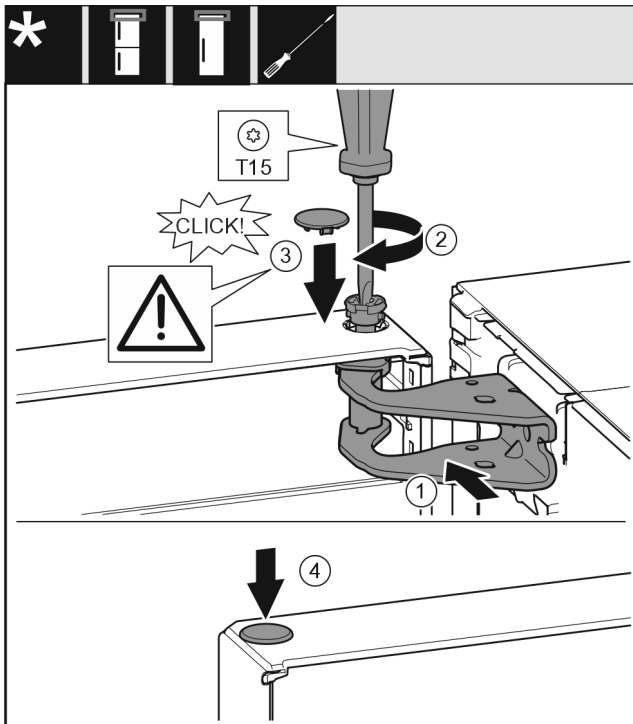

Fig. 34
- ▶ Igazítsa be az ajtót fent a csapágybak Fig. 34 (1) nyílásához.
- ▶ Helyezze be a csapszeget Fig. 34 (2), és húzza meg csavarhúzóval.
- ▶ Helyezze be a fedelet Fig. 34 (3).
- ▶ Ellenőrizze, hogy a fedél Fig. 34 (3) felfekszik-e az ajtóra.
- ▶ Helyezze be a fedelet Fig. 34 (4).